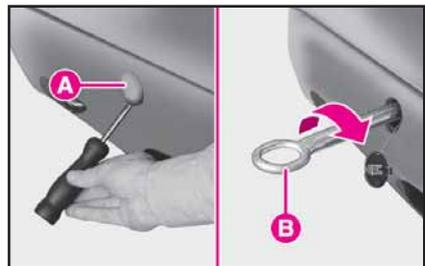
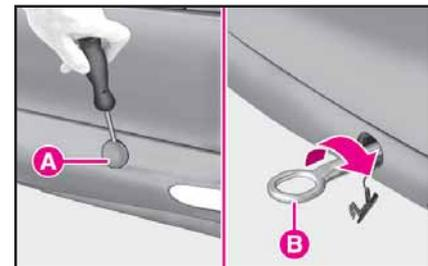

fig. 82
fig. 83
– Rimuovere il coperchietto **A** inserito a pressione sul paraurti anteriore (fig. 82) o posteriore (fig. 83), facendo leva con un cacciavite nel punto indicato in figura.